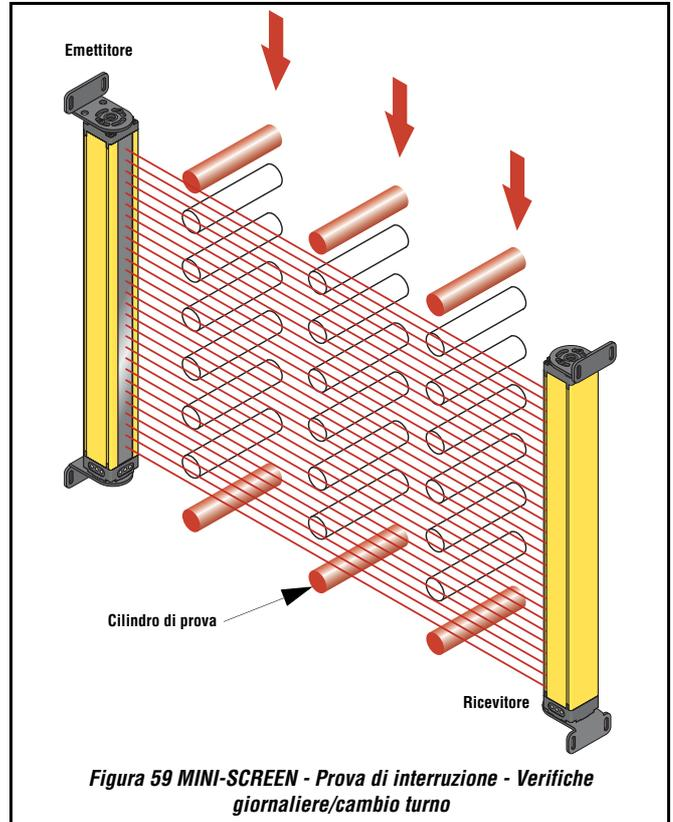

Figura 59 MINI-SCREEN - Prova di interruzione - Verifiche giornaliere/cambio turno
- 15) Fare scorrere il *cilindro di prova* dall'alto verso il basso in tre punti diversi della *zona di rilevamento*: (vedere la Figura 59 a pagina 62):